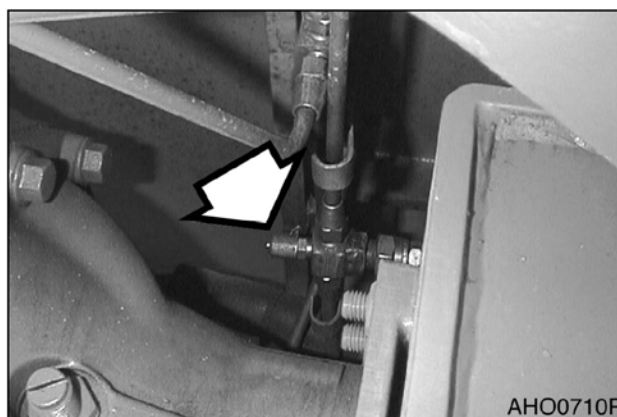

Рис. 100
1. Подключите манометр к контрольному отверстию давления тормоза (рис. 100) на переднем мосту.